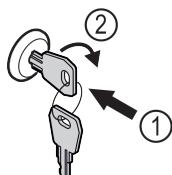

Fig. 46 例图
- ▶ 按入钥匙 Fig. 46 (1)。
- ▶ 将钥匙顺时针转动 90° Fig. 46 (2)。